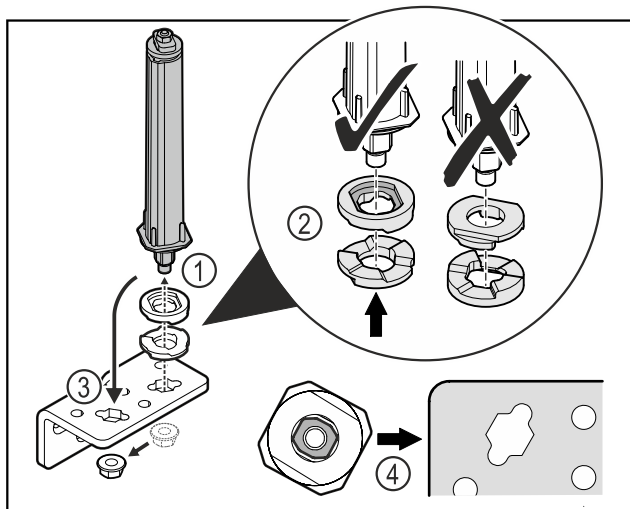

Fig. 36
- Lossa muttern och ta bort dörrlåssystemet Fig. 36 (1).
- Se till att rikta brickorna för höjdjustering korrekt Fig. 36 (2).
- Flytta dörrlåssystemet i gångjärnsfästet och fixera med muttern Fig. 36 (3).
- Kontrollera att dörrlåssystemet är korrekt riktat vid monteringen Fig. 36 (4).